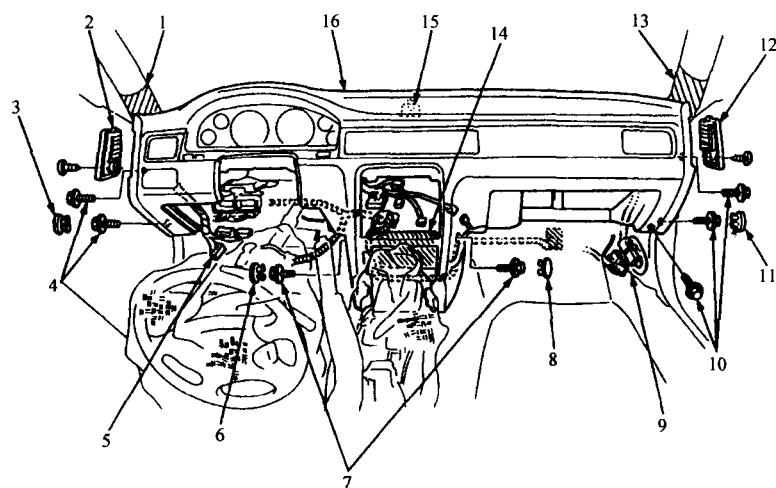
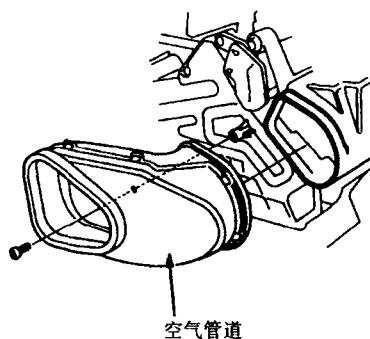
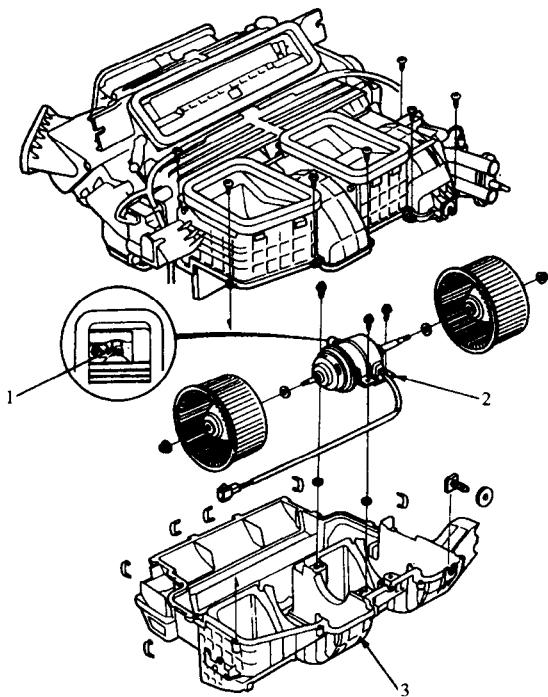

图 1-11 仪表板拆卸——魏力车型
图 1-12 空气管道——魏力车型
图 1-13 风机电动机——魄力车型
#### (3) 魏力车型 (图 1-11、图 1-12 及图 1-13)